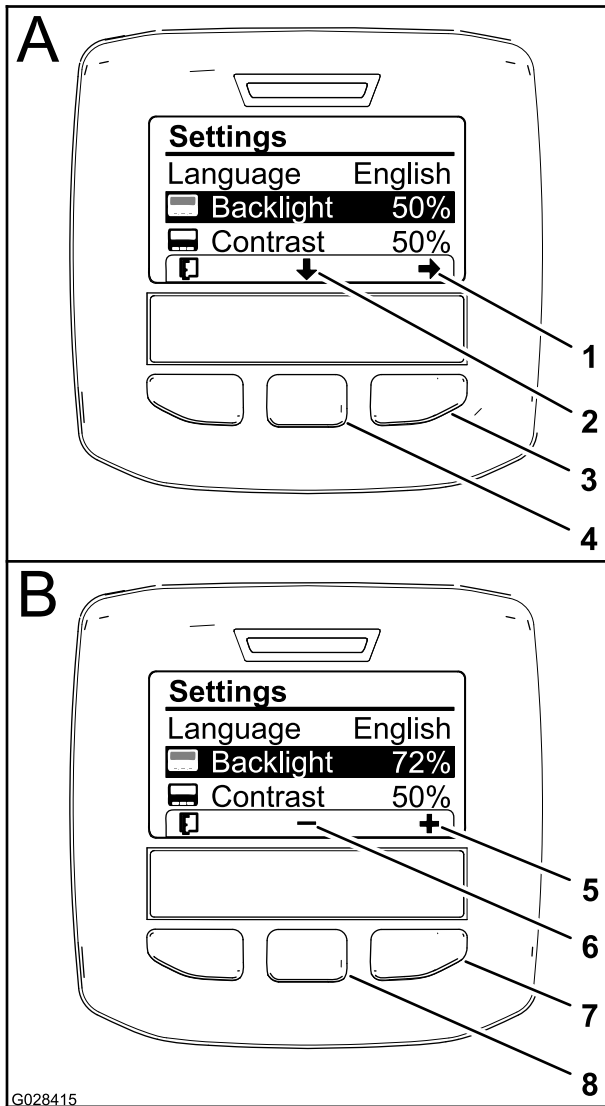

Figura 54
seleccionada hacia abajo a Retroiluminación (Figura 54).
- Pulse el botón de selección derecho para mostrar el menú contextual Ajuste de valor (Figura 54).
- Utilice los botones de selección central y derecho para modificar el nivel de brillo de la pantalla (Figura 54).
- Pulse el botón de selección izquierdo (el botón situado debajo del icono de lista de la pantalla) para guardar la selección, salir del menú Retroiluminación y volver al menú Configuración (Figura 54).
- Para ajustar el nivel de contraste de la pantalla, pulse el botón de selección central (el botón situado debajo del icono de flecha abajo en la pantalla) para mover la opción seleccionada hacia abajo a Contraste (Figura 54).
- Pulse el botón de selección izquierdo (el botón situado debajo del icono de Lista de la pantalla) para guardar la selección, salir del menú Contraste y volver al menú Configuración (Figura 54).
- Pulse el botón de selección izquierdo para salir del menú Configuración y volver al Menú principal (Figura 52 y Figura 54).
- Pulse el botón de selección izquierdo para volver a la pantalla de Inicio (Figura 54).